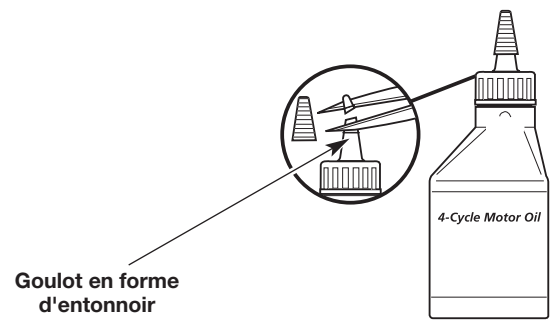

Fig. 10
2. Enlevez le bouchon de la bouteille d'huile. Coupez la pointe de l'entonnoir (Fig. 10).